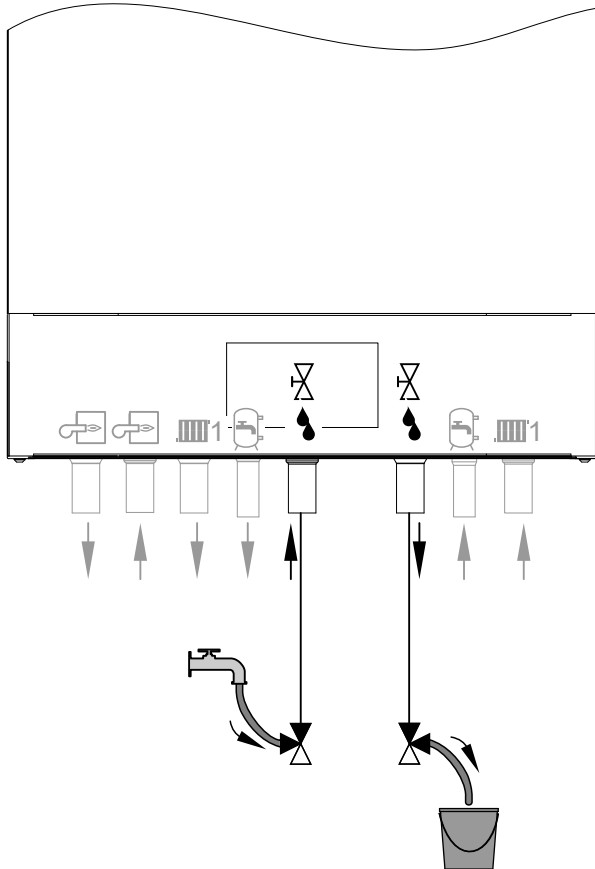

Abb. 64
3. 3-Wege-Kugelhähne im Ein- und Auslass am Befüll- und Spülanschluss gemäß Abb. 64 öffnen. Heizwasser über den Befüllschlauch einströmen lassen.